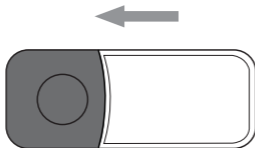

Fig. 2
- ◆ Træk afdækningen til navneskiltet ⑨ opad og af senderen, og læg navneskiltet ⑧ ind i senderens udskæring.
- ◆ Sæt afdækningen til navneskiltet ⑨ tilbage på senderen igen.
- ◆ Sæt senderen på vægbeslaget ⑩ således, at holdefligene på vægbeslaget ⑩ stikker ind i de to åbninger på bagsiden af senderen. Tryk så senderen i retning mod ringeknappen ⑦ således, at holdefligene glider ind i åbningens skinner, og senderen sidder fast på vægbeslaget ⑩ (se fig. 2).